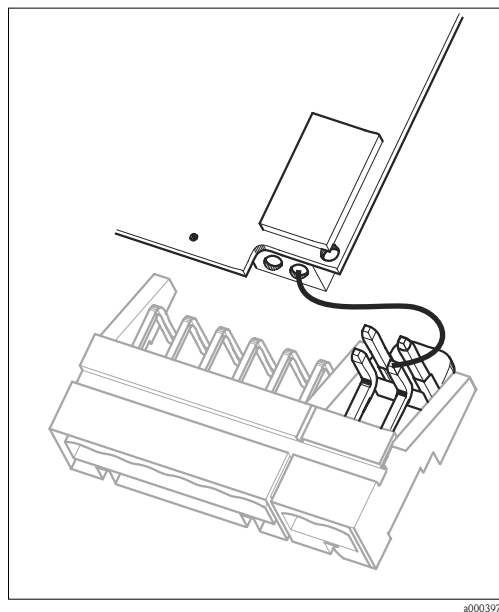

Fig. 29 : Module d'entrée pH sur le couvercle du boîtier avec câble (rouge) pour le raccordement des électrodes en verre
5. Sur le côté droit du couvercle du boîtier, retirez le câble rouge de l'entrée pH des deux côtés (voir fig. 29).